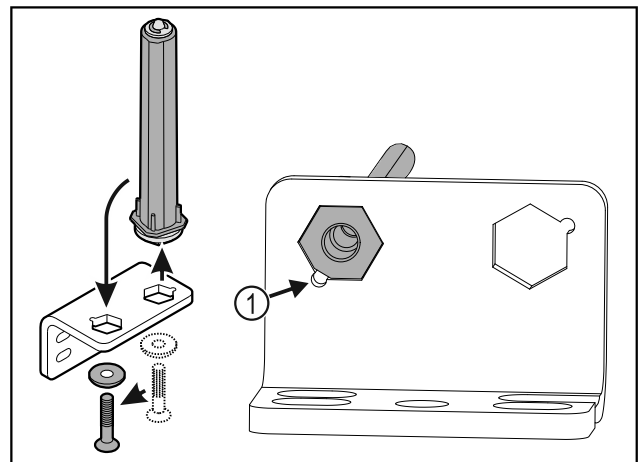

Fig. 35
- ▶ При поставянето внимавайте за това, скосяването на болта Fig. 35 (1) да сочи към кръглия отвор.